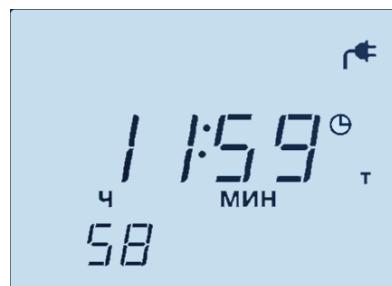

Рисунок 16. Цифровой индикатор Устройства, отображающий обратный отсчет времени
После нажатия на кнопку ТАЙМЕР (16) начнется обратный отсчет времени, установленного в параметре *ТАЙМЕР* (по умолчанию 12 ч), а в нижней строке цифрового индикатора будет мигать секундное значение, сигнализирующее включение режима настройки параметра *ТАЙМЕР* (рис. 16). Пока идет отсчет таймера, с помощью кнопок «–» и «+» можно, соответственно, увеличить или